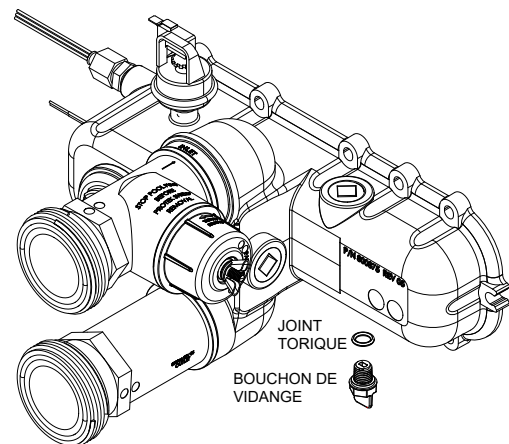

Figure 73. Distributeur d'entrée/sortie avec bouchon de vidange.
2. Fermez les vannes d'isolement (conduites d'eau) pour isoler l'appareil. Retirez le panneau d'accès inférieur droit pour atteindre le côté droit du distributeur d'entrée/sortie. Le drain est situé sous le distributeur d'entrée/sortie. Desserrez et retirez le bouchon de vidange, voir **Figure 73**.